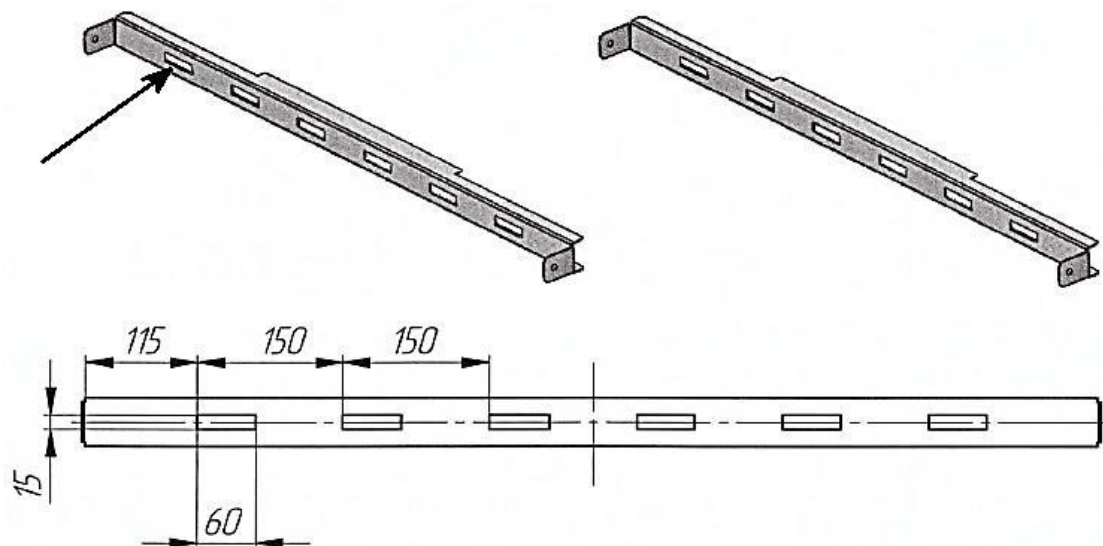

Рис. 8. Размеры отверстий в продольных швеллерах каркаса.
3.7. На продольных швеллерах имеются прямоугольные отверстия (рис. 8).